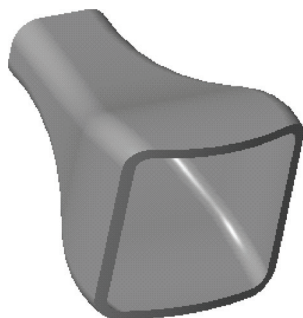

图 12-3 打开模型文件
STEP 01 单击快速访问工具栏中的“打开”按钮，打开模型文件，如图 12-3 所示。